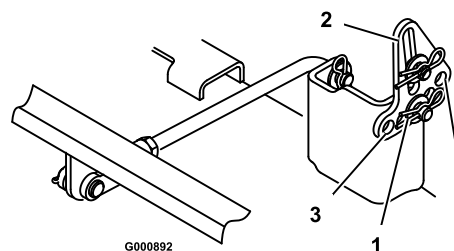

Figure 43
- Enlevez la goupille fendue et la rondelle de l'une des pattes de mise à niveau (Figure 43). Pour mettre les lames de niveau, fixez les pattes de mise à niveau dans un autre trou à l'aide de la rondelle et de la goupille fendue (Figure 43). Utilisez un trou plus en avant pour réduire la hauteur de la lame, ou un trou plus en arrière pour l'augmenter. Réglez les deux côtés selon les besoins.